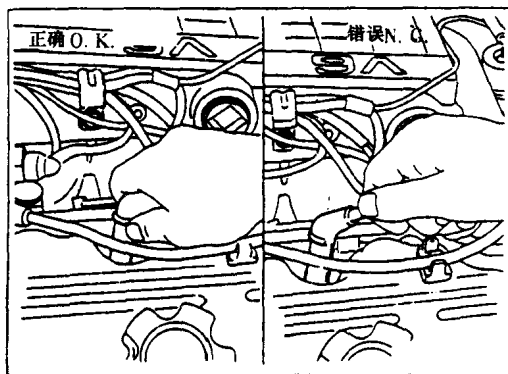

图 1-23
(1) 从保护罩的火花塞上松开点火高压线，不能拨点火高压线，见图 1-23。